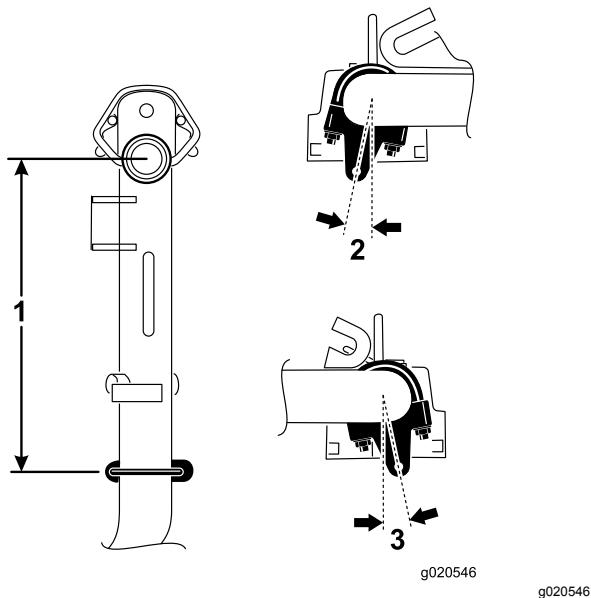

Bild 5
1. Positionieren Sie die Kettenhalterungen und die U-Bügel an den Hubarmen Nr. 1, Nr. 4 und Nr. 5 38,1 cm hinter der Mittellinie des Kreuzgelenks (**Bild 5**).
2. An den Hubarmen Nr. 1 und Nr. 5 sollten die Halterungen 10 Grad nach rechts von der Vertikalen gedreht werden (**Bild 5**).
3. Am Hubarm Nr. 4 sollte die Halterung 10 Grad nach links von der Vertikalen gedreht werden (**Bild 5**).